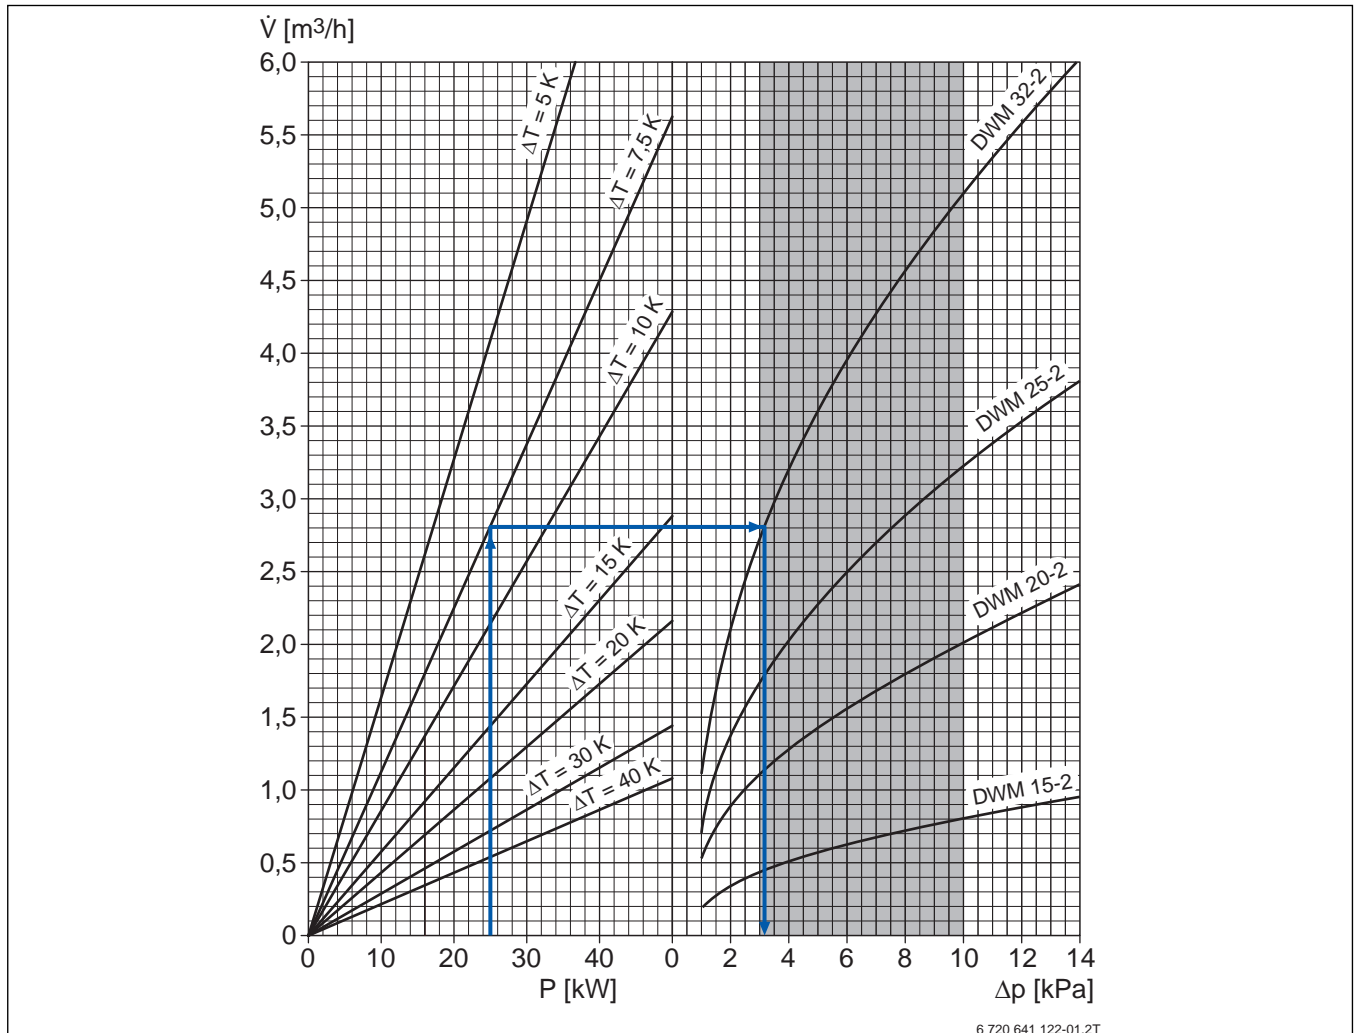

Bild 72 Auslegungsdiagramm für 3-Wege-Mischer
Um eine gute Reglercharakteristik zu erreichen, sollte der Druckverlust im Mischer etwa gleich dem Druckverlust des so genannten „mengenvariablen“ Teils des Rohrnetzes sein, also ebenfalls ca. 3,0 ... 10,0 kPa. Dieser Zusammenhang liegt dem Dimensionierungsdiagramm (→ Bild 72) zugrunde.
- In der linken Hälfte von Bild 72 den Schnittpunkt von der Leistungslinie und der Temperaturdifferenzlinie suchen.
- In der linken Hälfte von Bild 72 den Schnittpunkt der Leistungslinie und der Temperaturdifferenzlinie suchen. Dieser liegt bei einem Heizwasservolumenstrom von ca.  $2,8 \text{ m}^3/\text{h}$ .